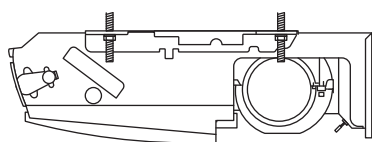

Рис. 3-15
- в) Затяните 2 шестигранные гайки на каждом подвесном болте для подвешивания внутреннего блока, как показано на Рис. 3-15.